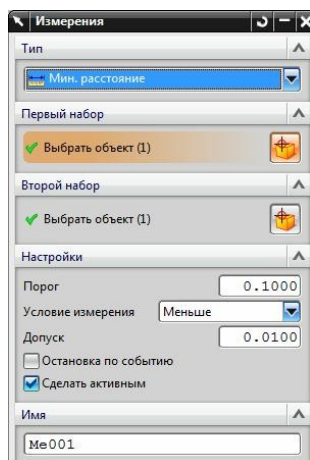
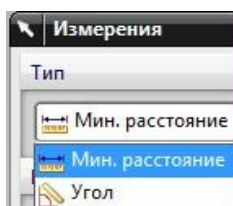

Рис.43
рис.44
- В поле *Тип* диалогового окна на рис.43 нужно уточнить – что вы собираетесь измерять: расстояние или угол (рис.44).